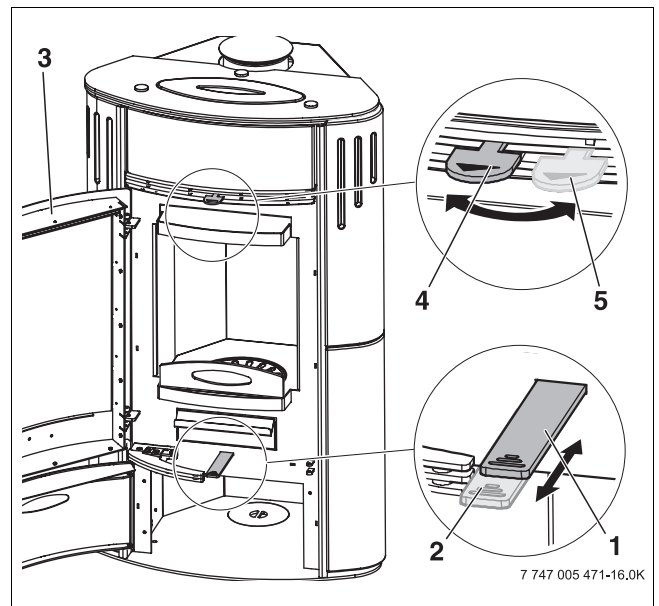

Fig. 20 Saracinesche di presa d'aria primaria e secondaria
- ▶ Aprire le saracinesche di presa d'aria primaria e secondaria (→ fig. 20, [2], [4]).